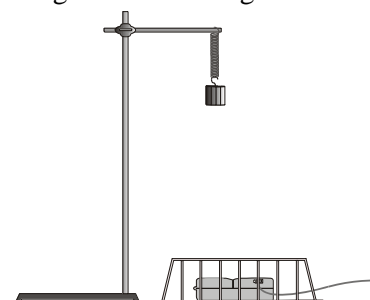

Figura 10: Sistema massa-mola em MHS.
14. Monte o sistema massa-mola, com a mesma massa usada para obter a Tabela I, tal como mostrado na Figura 10. Conecte o detector de movimento à PORT 2 da Interface Universal Lab. Posicione o detector de movimento diretamente abaixo da massa suspensa, tomando cuidado para que nenhum objeto estranho produza eco para o detector. Proteja o detector de movimento com a cesta de proteção. A massa deve estar posicionada a uma distância de  $\sim 60$  cm acima do detector quando em repouso. Usando amplitudes de  $\sim 10$  cm ou menos, a massa manterá uma distância mínima de  $\sim 40$  cm a partir do detector de movimento.
18. Clique  para iniciar a coleta de dados. Suspenda uma massa de 50 g pela mola e permita que ela repouse sem movimento. Clique  e entre o valor **0.49**, o peso da massa em newtons (N). Pressione ENTER para completar a entrada. Agora, prenda 100, 150, 200, 250, e 300 g na mola, anotando a posição e pondo o valor dos pesos em newtons. Quando você finalizar isto, clique  pra finalizar a coleta de dados.